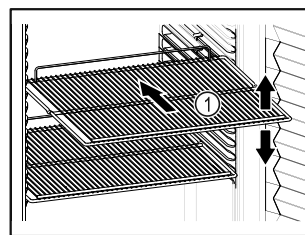

Fig. 78 Exempel
- Om gallren Fig. 78 (1) kan flyttas om ska de anpassas på höjden.